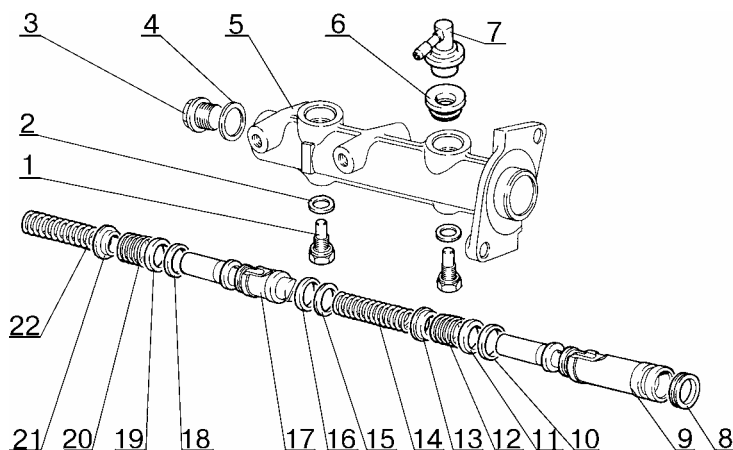

Рис.20.
9.3 Разобрать главный тормозной цилиндр, рис. 20: